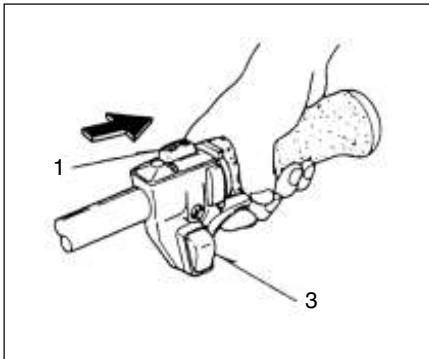

Fig.2-2
En Starting (Fig. 2-2, 2B)
1. Set ignition switch (1) to ON position. (Fig. 2-2)
Fr Démarrage (Fig. 2-2, 2B)
1. Placer l'interrupteur marche-arrêt (1) en position marche (ON). (Fig. 2-2)
It Avviamento (Fig. 2-2, 2B)
1. Spostare l'interruttore di accensione (1) su ON. (Fig. 2-2)